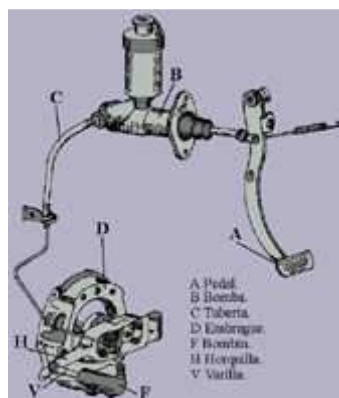

*Fig. 26*
**Sistema mecánico (fig. 26)**